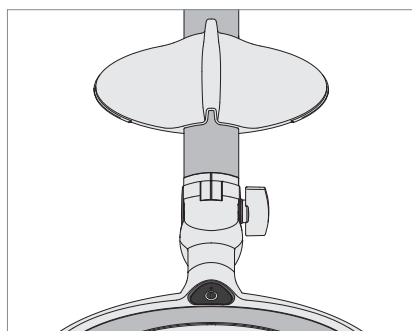

Fig. 9: Lupenabdeckung parken.
- Klemmen Sie die Lupenabdeckung an das Gestänge der Leuchte, siehe Fig. 9.